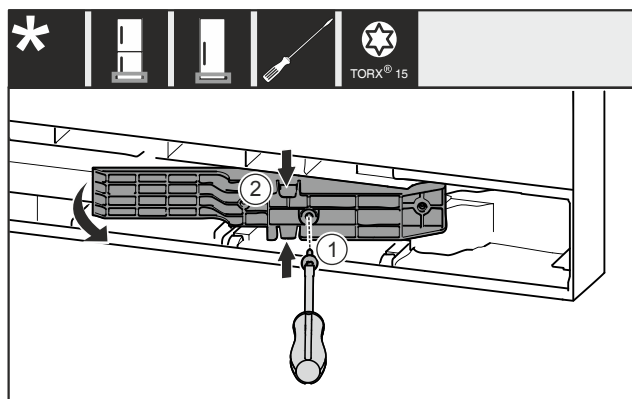

Fig. 21 *
- Távolítsa el a csavart Fig. 21 (1)*
- Finoman nyomja össze az illesztődarabot Fig. 21 (2) alul és felül, és húzza ki.*